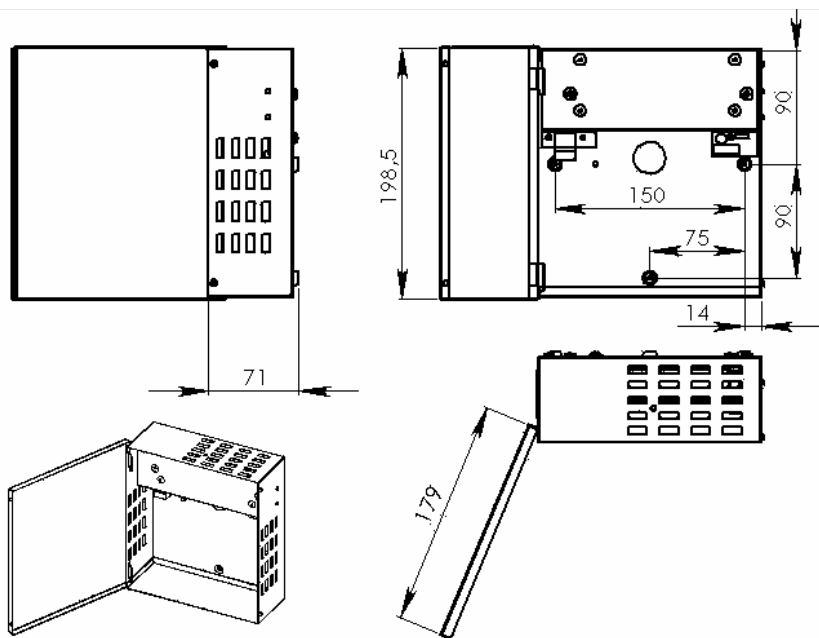

Рисунок 3. Установочные и габаритные размеры источника
5.2 Согласно рис. 3 определить установочные и габаритные размеры источника. Просверлить в стене 3 отв. Ø 6 мм в которые забить дюбеля. Закрепить источник.